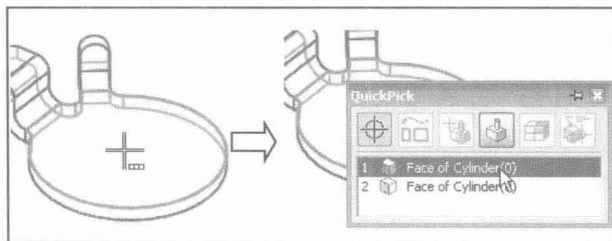

图 1.13 快速拾取功能
(3) 选择放置面: 移动光标到大圆柱的中心附近并等待几秒钟, 当出现 “+” 时单击 MB1, 系统启动 “快速拾取 (QuickPick)” 列表框, 如图 1.13 所示。在列表中移动光标, 观察预选结果, 确保实体上表面被预选, 然后单击 MB1。